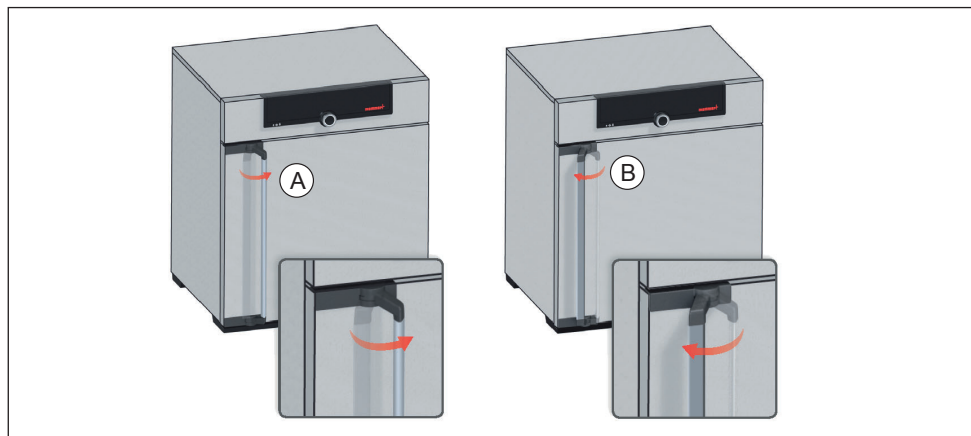

Bild 11 Öppna och stänga dörren
- ▶ För att öppna dörren drar du handtaget åt sidan (åt vänster eller höger, beroende på dörrvariant Bild 11, A) och öppnar dörren helt.
- ▶ För att stänga trycker du på dörren och trycker handtaget åt sidan (B).